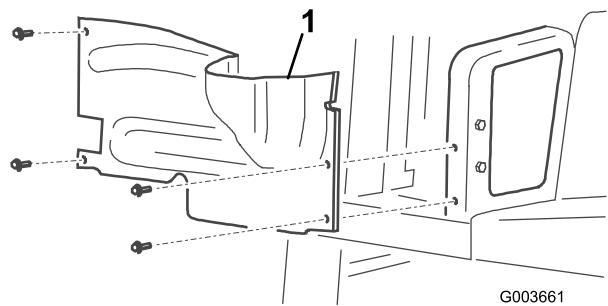

Figura 2
5. Retire los 4 pernos que sujetan la cubierta de la rueda derecha al bastidor y retire la cubierta (Figura 2).